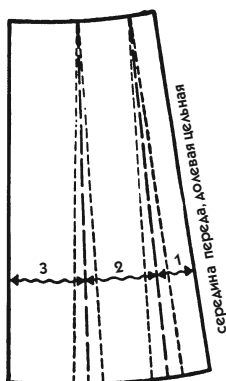

Рис. 192
4. Посередине каждой фалды проведите прямую линию, представляющую край каждой складки (крупный пунктир на рис. 192).